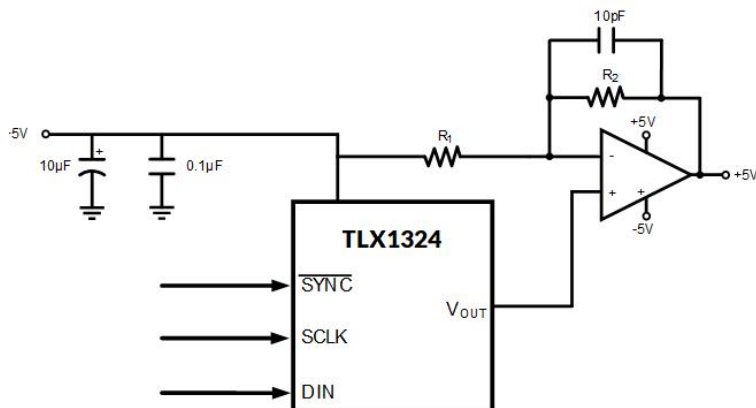

图31.双极操作
**TLX1324** 设计为单电源供电，因此具有单极性输出。但是，图 31 中的电路可以获得双极性输出。该电路可提供  $\pm 5\text{ V}$  的输出电压范围。如果放大器电源限制为  $\pm 5\text{ V}$ ，则必须使用轨到轨放大器。